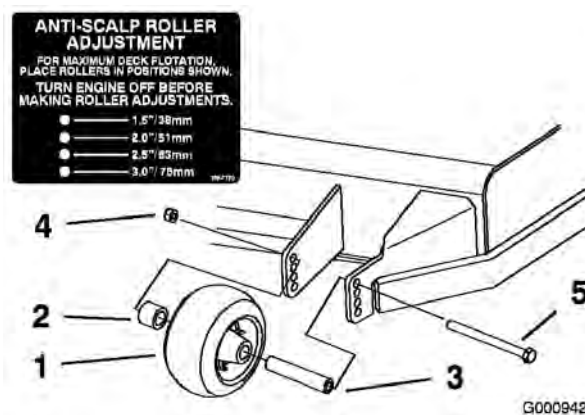
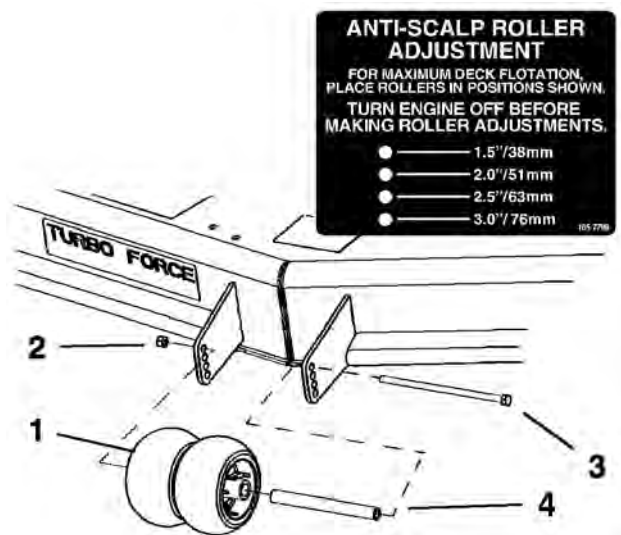

Figure 20
Figure 21
3. Après avoir réglé la hauteur de coupe, réglez les galets en retirant l'écrou à collerette, la bague, l'entretoise et le boulon (Figure 20, Figure 21 et Figure 50).
Remarque: Les deux galets centraux ne sont pas munis d'entretoise (Figure 21).
5. Posez l'écrou à embase, la bague, l'entretoise et le boulon. Serrez à 54-61 Nm (40-45 pieds-livre) (Figure 20, Figure 21 et Figure 50).